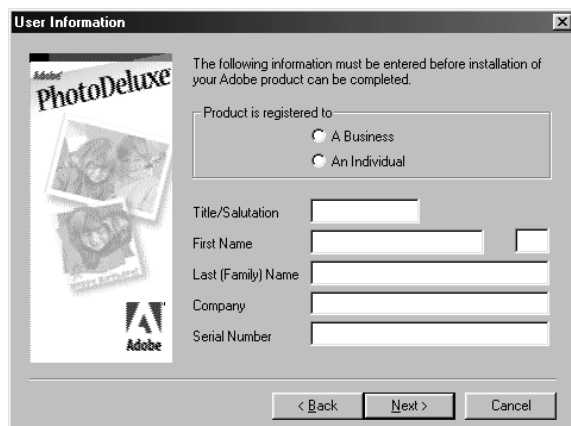

Figura 20: Installazione di Adobe PhotoDeluxe 2.0
8. Selezionare 'Typical' e fare clic su 'Next' per continuare. Apparirà una finestra come quella riportata in figura 20.